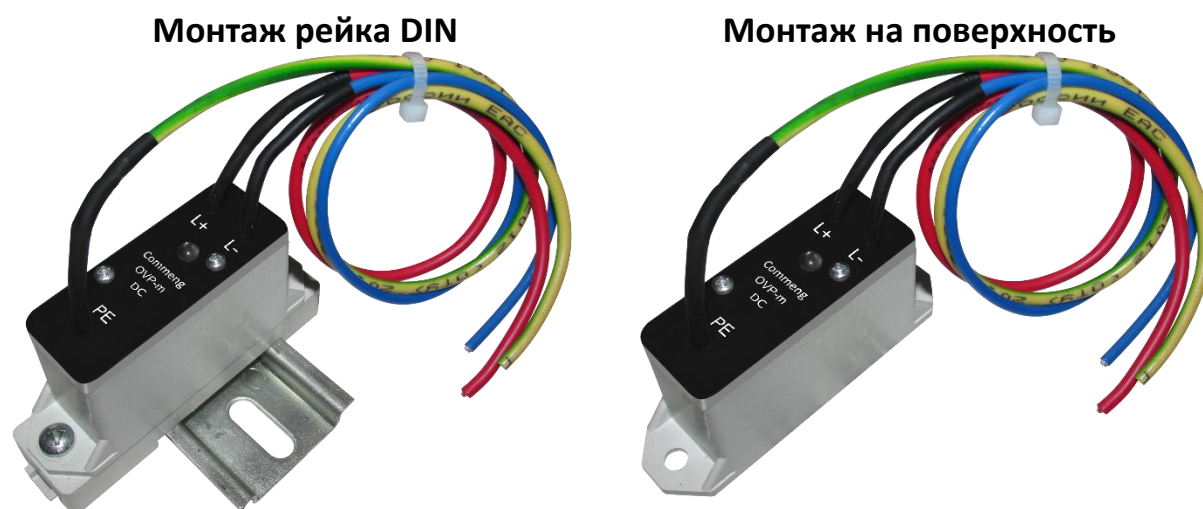
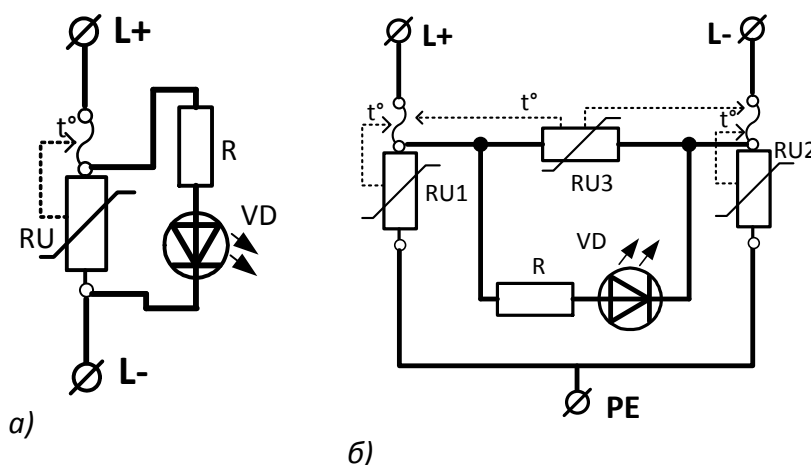

Рисунок 1. Внешний вид УЗИП Commeng OVP-m DC
Рисунок 2. Электрические схемы **OVP-m DC 75(40)**
| Функциональная схема УЗИП | Рис.2а | Рис.2б |
1. По умолчанию местный визуальный контроль состояния УЗИП **OVP-m DC**. При котором светодиодный индикатор VD (см. рис. 2) расположен на лицевой панели (см. рис. 1 и 4) позволяет определить, не произошло ли аварийного отключения варистора.